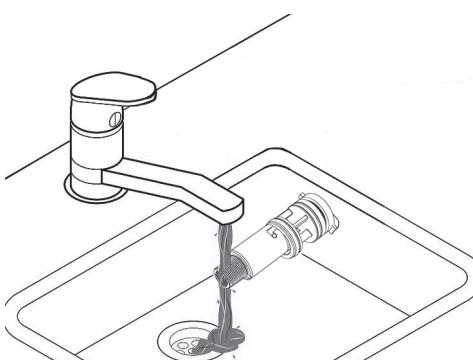

fig. 49
- È così possibile pulire il flussometro (vedi fig. 49 e fig. 50) oppure sostituirne i componenti.